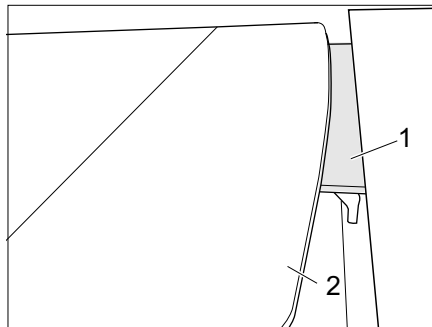
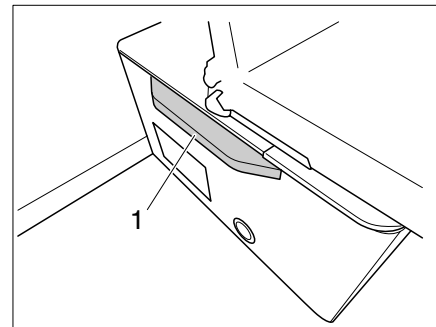

Fig. 119 Abaisser la table sur le bord d'appui
Fig. 120 Abaisser la table sur l'extension
- Basculer le plateau de la table (Fig. 119,2) vers le bas sur le bord d'appui (Fig. 119,1).
- Basculer le plateau de la table (Fig. 119,2) vers le bas sur le bord d'appui (Fig. 119,1) ou le faire reposer sur l'extension prévue à cet effet (Fig. 120,1).